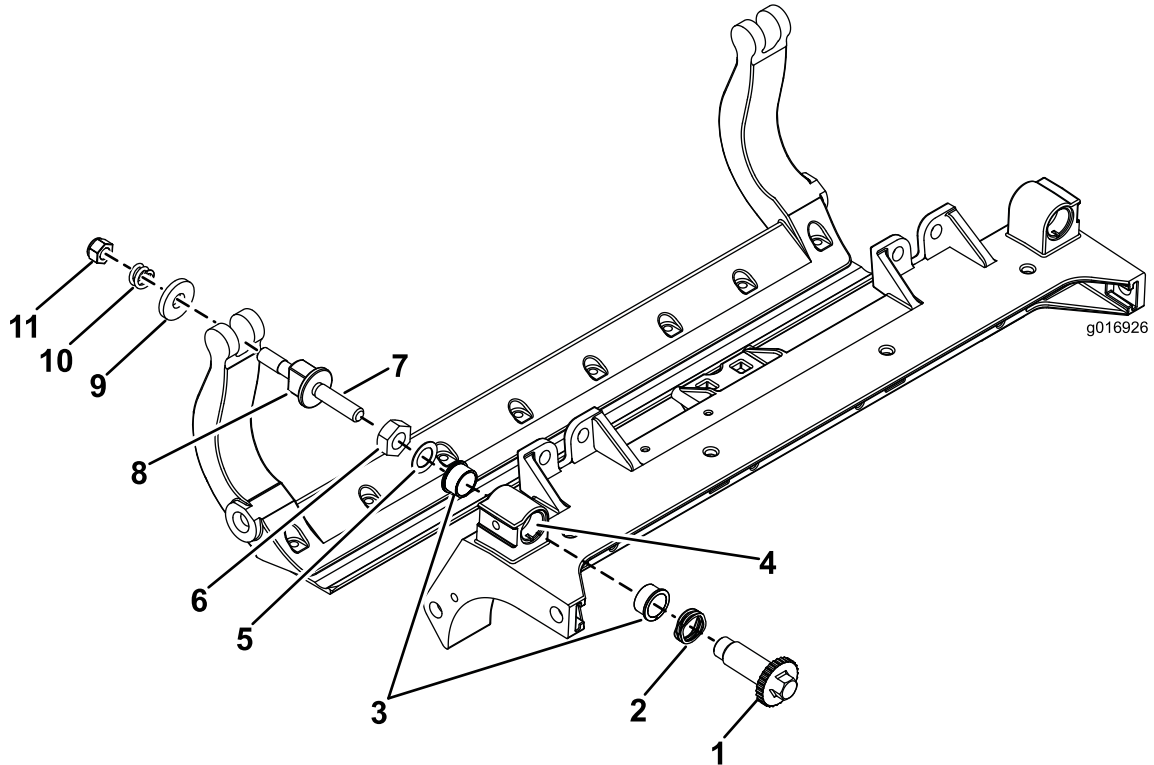

Figura 30
1. Rimuovete tutti i componenti (fate riferimento alle Istruzioni per l'installazione del kit DPA HD e a Figura 30).
2. Applicare del lubrificante Never Seize all'interno dell'elemento in cui vanno montate le boccole, sul telaio centrale dell'apparato di taglio (Figura 30).
3. Allineate le chiavette sulle boccole flangiate alle scanalature sul telaio e montate le boccole (Figura 30).
4. Montate una rondella ondulata sull'albero del dispositivo di regolazione e inserite l'albero all'interno delle boccole flangiate sul telaio dell'apparato di taglio (Figura 30).
5. Fissate l'albero del dispositivo di regolazione con una rondella piana e un dado di bloccaggio (Figura 30).
12. Posizionare una rondella in acciaio all'esterno di ciascuna rondella in nylon (Figura 30).
Nota: Le rondelle all'interno possono avere un gioco (Figura 30).
15. Serrate il dado su ciascun gruppo di regolazione della barra di appoggio fino a comprimere completamente la molla di compressione, quindi allentate il dado di 1/2 giro (Figura 30).